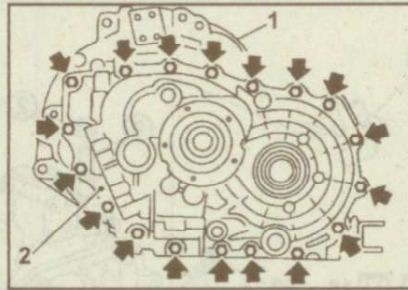

Рис. 9.39. Расположение болтов крепления картера сцепления (1) к картеру коробки передач (2)
9. Выверните болты крепления картера сцепления к картеру коробки передач (рис. 9.39).